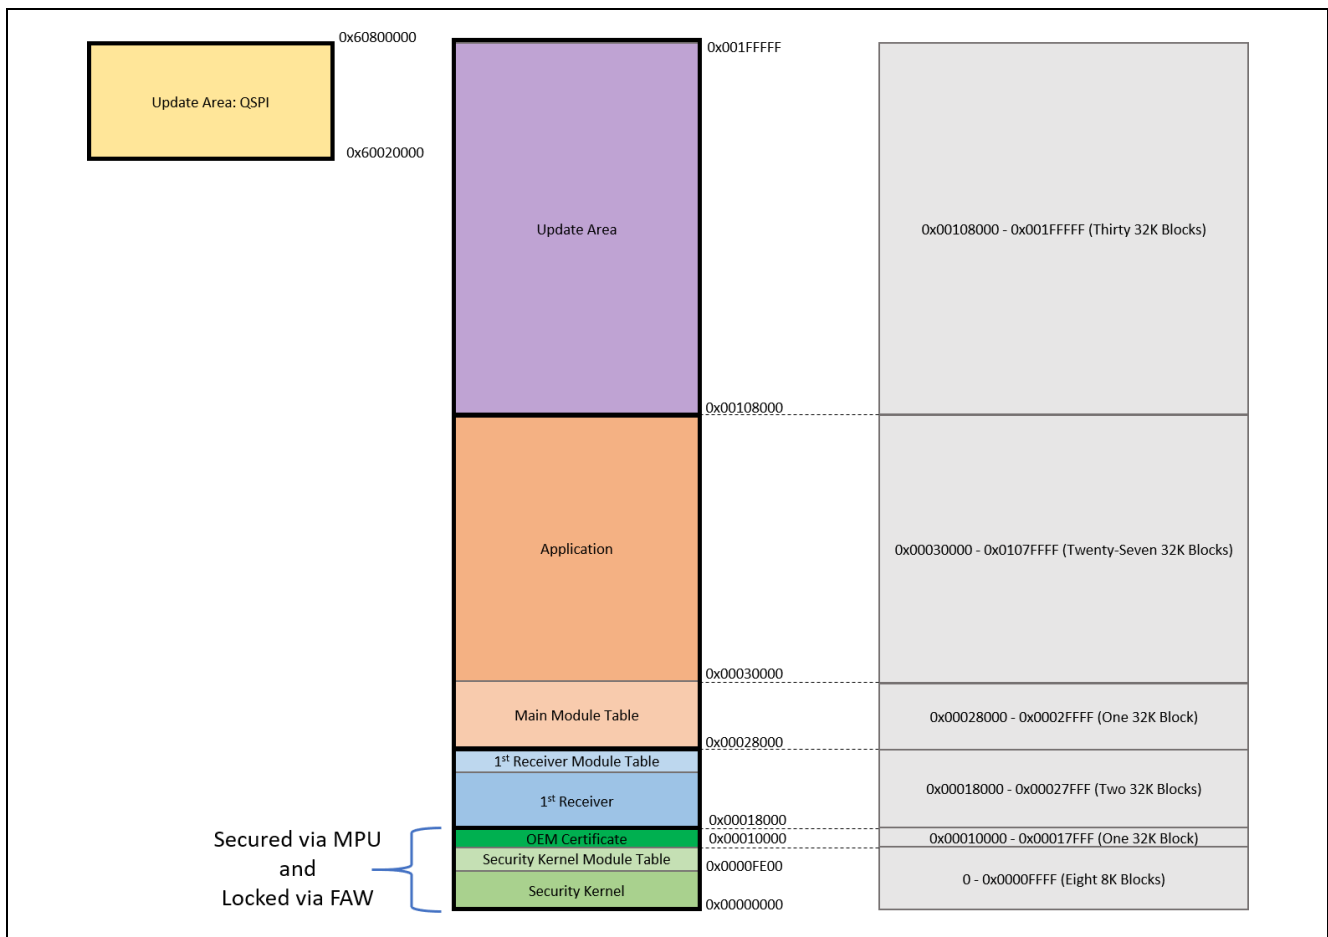

図 14. メモリのレイアウト
- 図 14 を参照して、メモレイアウトを理解してください。